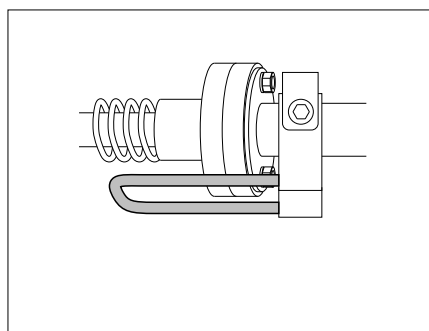

Fig. 152 Palanca de retención en posición asegurada
- Antes de utilizar la cama, comprobar si la palanca de retención está en la posición asegurada (Fig. 152).
- Poner palanca de retención en la posición asegurada (Fig. 152).